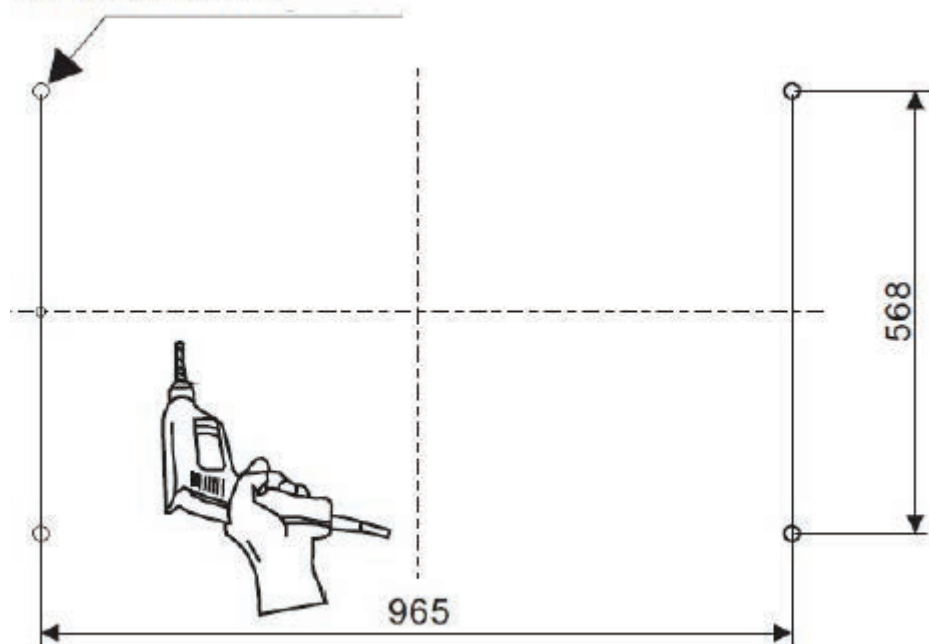
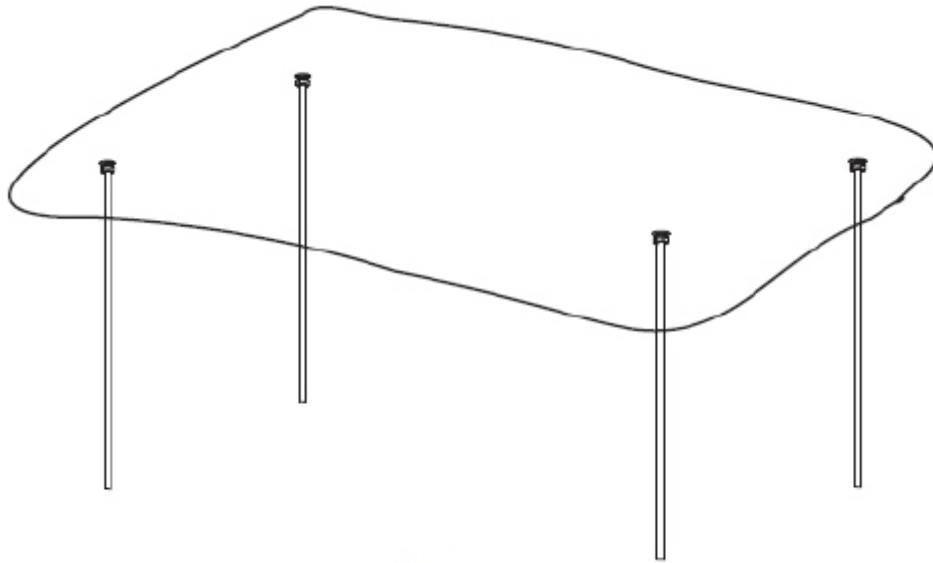

Figura 2
Figura 3
- De acordo com o tamanho da coifa, faça 4 furos $\text{Ø}13\text{mm}$ no teto uma vez que a altura de instalação é determinada. (consulte a figura 2). 4x bucha + barra roscada de comprimento de 1 M serão fixados no telhado. (consulte a figura 3)